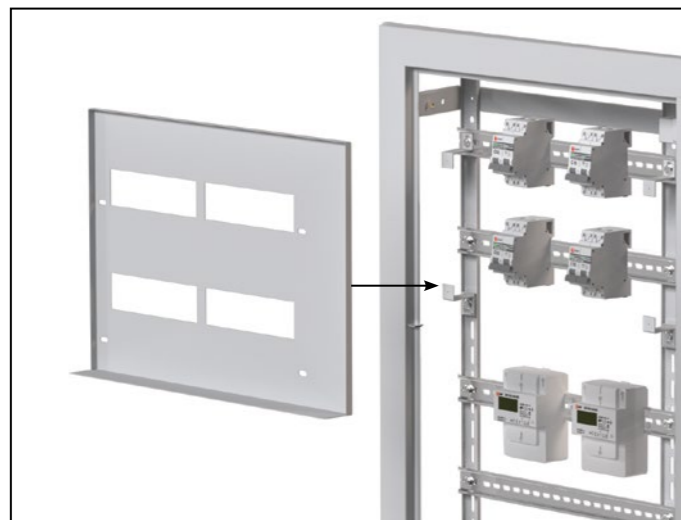

Рис. 28
4.3 Установить фальш-панель на кронштейны с помощью саморезов (Рис. 28).